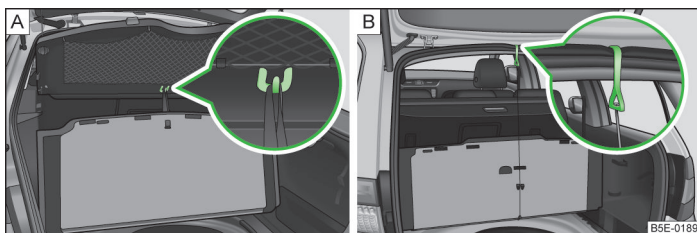

Fig. 85 Fixarea mochetei: Octavia / Octavia Combi
- Octavia: cu curelușa de un cârlig de la capacul portbagajului » fig. 85 - A;
- Octavia Combi: cu cârligul de marginea capotei portbagajului » fig. 85 - B.